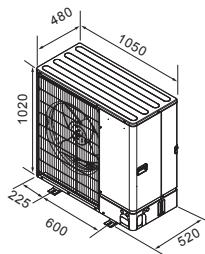

Fig. 2-2
2.3.Buitenafmetingen (Buitenapparaat) (Fig. 2-2)